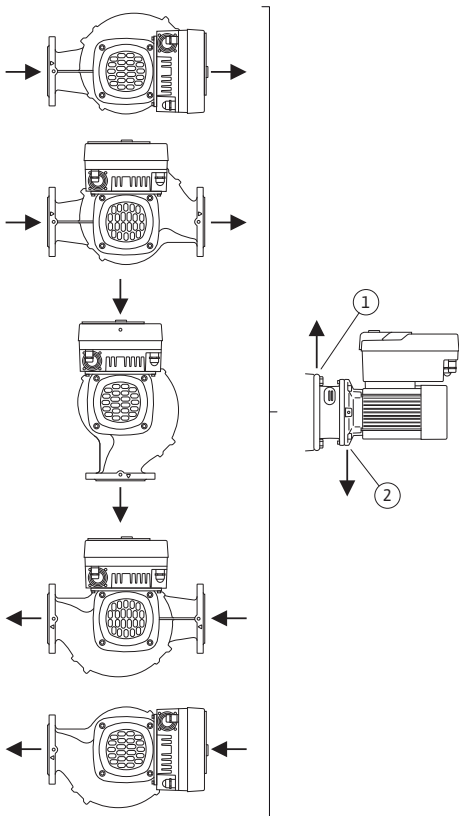

Fig. 9: Tilladte installationspositioner med horisontal motoraksel
De tilladte installationspositioner med vandret motoraksel og elektronikmodul, der vender opad ( $0^\circ$ ), er vist i Fig. 9.
Udluftningen af pumpen er optimalt sikret, hvis ventilationsventilen vender opad (Fig. 9, pos. 1).
I denne position ( $0^\circ$ ) kan dannet kondensat bortledes målrettet via eksisterende huller, pumpeplanterne samt motor (Fig. 9, pos. 2).